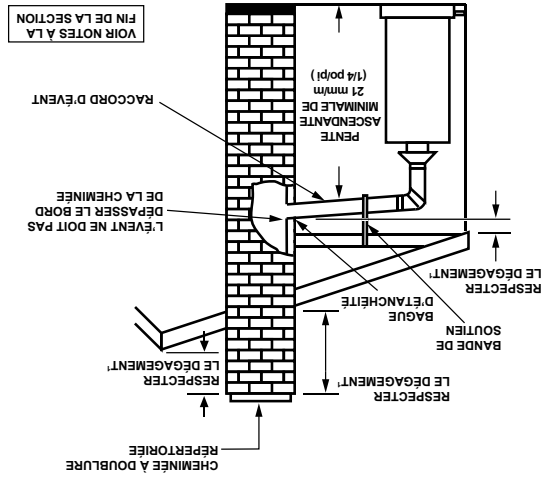

FIGURE 10.
- Le raccord ne doit pas dépasser le bord intérieur de la cheminée au risque de limiter l'espace entre sa propre extrémité et la paroi opposée de la cheminée (Figure 10).
- Voici quelques consignes à observer pour poser un raccord d'évent (Figures 10 à 12) :